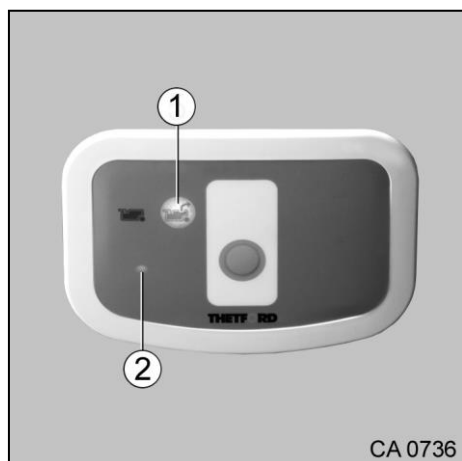

Fig. 163 Panneau Toilettes, système de transvasement par pompe des résidus
2. Appuyer sur la touche « Système de transvasement par pompe des résidus » (Fig. 163/1) et l'écran (Fig. 163/2) s'allume en rouge. La touche (Fig. 163/1) clignote pendant le processus de transvasement.
Lorsque le réservoir des eaux noires est plein, la touche « Système de transvasement par pompe des résidus » (Fig. 163/1) clignote rapidement. Dans ce cas il faut d'abord vidanger le réservoir des eaux noires.